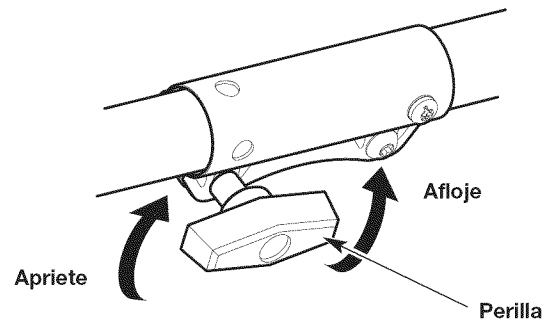

Fig. 6
3. Gire la perilla en el sentido contrario a las agujas del reloj para aflojar el acoplador (Fig. 6).
6. Gire la perilla en el sentido de las agujas del reloj para apretar el acoplador (Fig. 6).
2. Gire la perilla en el sentido contrario a las agujas del reloj para aflojar el acoplador (Fig. 6).